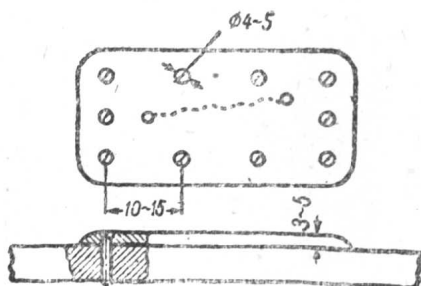

图4 用补板修补裂缝
①电焊法：先沿裂缝剔成5毫米深的沟，然后用二元合金焊条进行焊塞。
②、补板法：首先在裂缝两端钻直径为3毫米的孔（以防裂缝向长发展），然后用3毫米厚的钢板剪成与裂缝面积相应的形状，在此盖板周围钻孔，同时在机体上钻孔攻扣。孔与盖板边沿相距15—20毫米，孔与孔相距20—25毫米。最后用螺钉将盖板固装在破裂的地方。为了严密，可在盖板下衬石棉纸垫。修后的形状如图4。